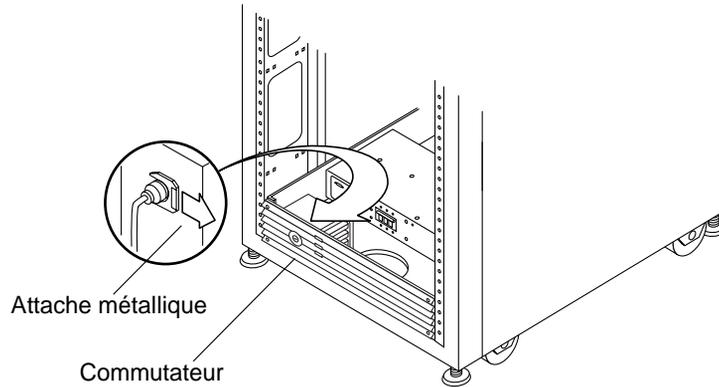

FIGURE 4-10 Retrait et réinstallation d'un commutateur
2. En vous tenant à l'arrière du commutateur, à l'intérieur du système, faites glisser et retirez l'attache métallique qui fixe le commutateur au système à l'aide d'une pince à bec effilé (FIGURE 4-10).
2. En vous tenant à l'arrière du commutateur, à l'intérieur du système, faites glisser l'attache métallique sur l'encoche du commutateur pour le maintenir en place (FIGURE 4-10).